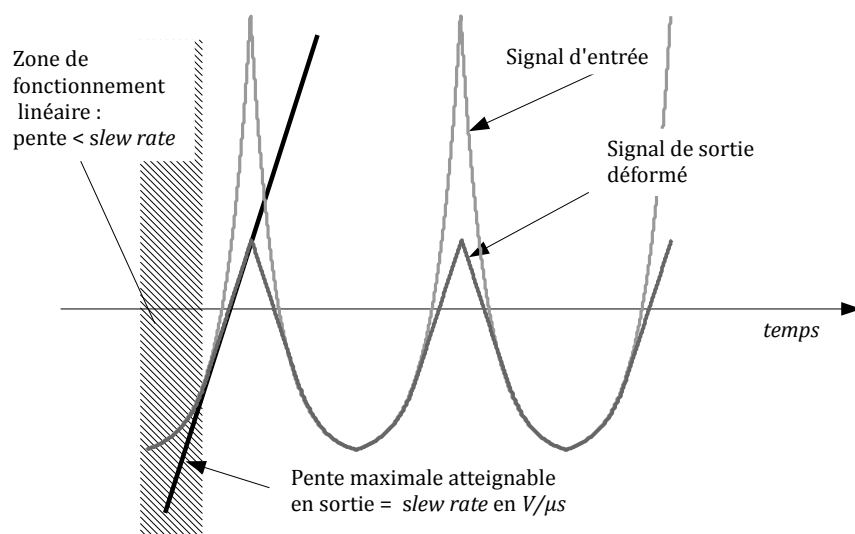

FIGURE 1 – Illustration de la déformation due à la limitation du slew-rate, pour un montage suiveur (gain unitaire)
**A propos du *slew-rate*** Le *slew-rate* est une limite d'utilisation des ALI en **régime linéaire**. Cette limitation se traduit par une déformation du signal de sortie comme illustrée par la figure 1.